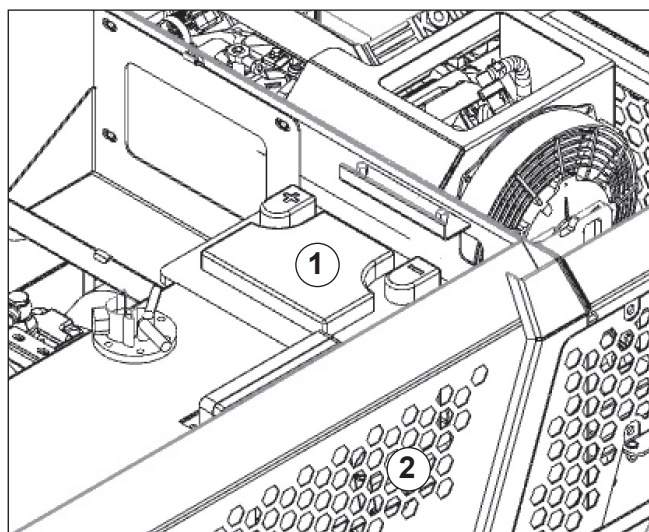

Abb. 24
- Batterie (Pos. 1 Abb. 24): Überprüfen Sie die Verbindung der Anschlüsse zur Batterie und entfernen Sie, falls sie oxidiert sind, die Oxidation und bedecken Sie sie mit Spezialfett. Achten Sie bei diesem Vorgang darauf, dass das Massekabel (schwarz) nicht mit dem Stromkabel (rot) in Berührung kommt.
- Überprüfung der Batterieladung (Pos. 1 Abb. 24).